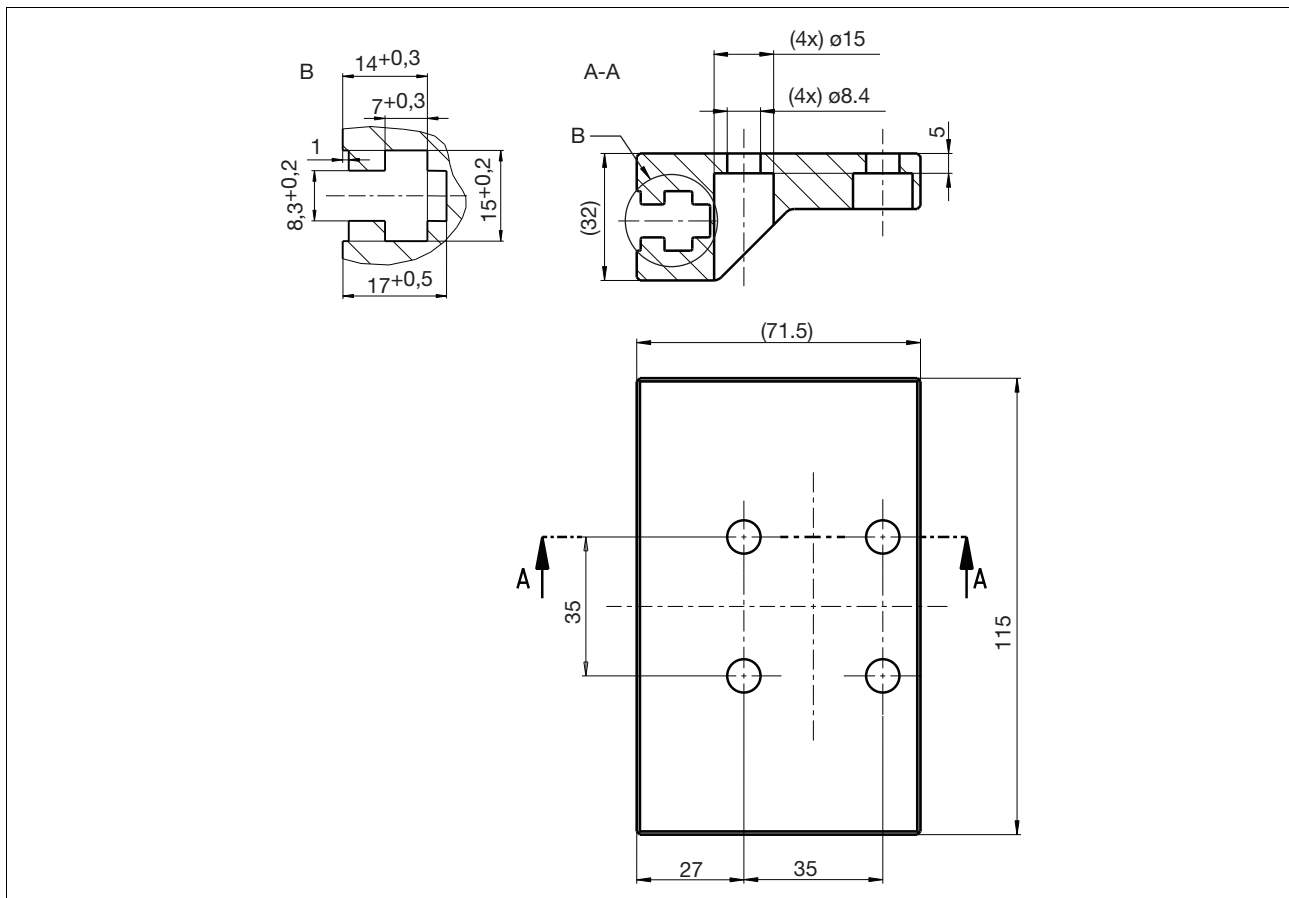

Fig. 5-1: Abmessungen Adapterplatte mit Nut, Maßangaben in mm
- Der Befestigungssatz besteht aus Adapterplatte und Justageplatte mit einem Nutenstein. Die Halterung an der Oberwange muss eine entsprechende Nut zur Aufnahme des Nutensteins besitzen (siehe Fig. 5-1).